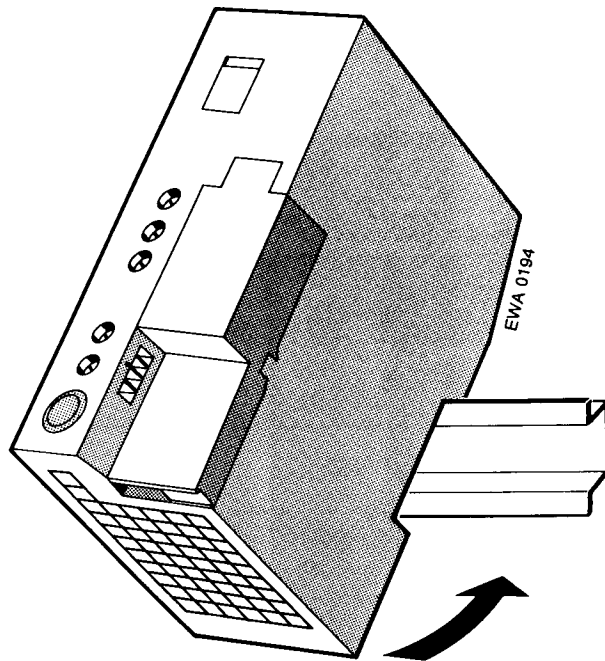

Bild 3.1 Stromversorgungsbaugruppe PS 930 montieren
- ▶ schwenken Sie sie nach hinten, bis der Schieber einrastet (→ Bild 3.1).
Sie verfahren wie bei der Stromversorgungsbaugruppe (→ auch Bild 3.1).